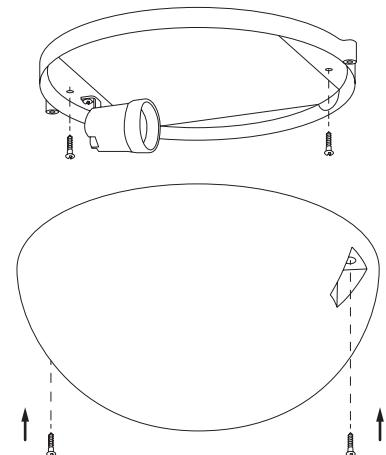

Рис. 1
3. Открутив 2 винта по периметру светильника, снимите рассеиватель (Рис. 1).